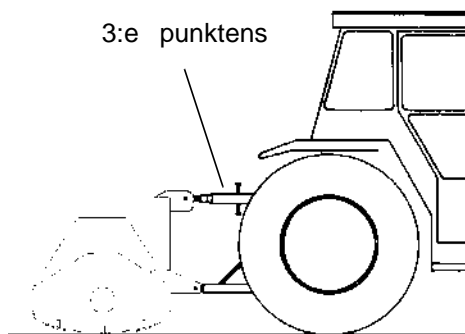

Bild 4-4 Korrekt anslutning
- Dra fast den tredje punktens arm så långt att villkoret i Bild 4-4 uppfylls.